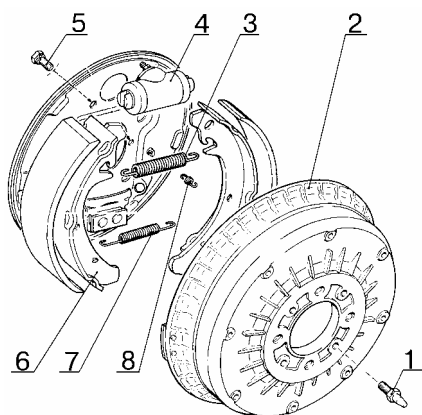

Рис.25.
12.1 Снять задний тормозной цилиндр 4, рис. 25.